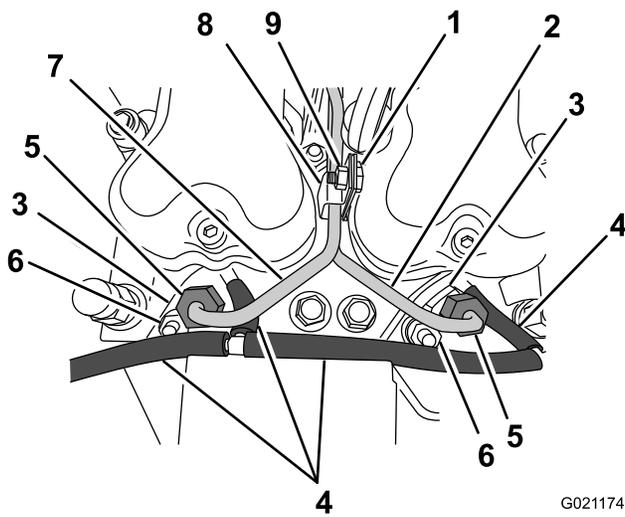
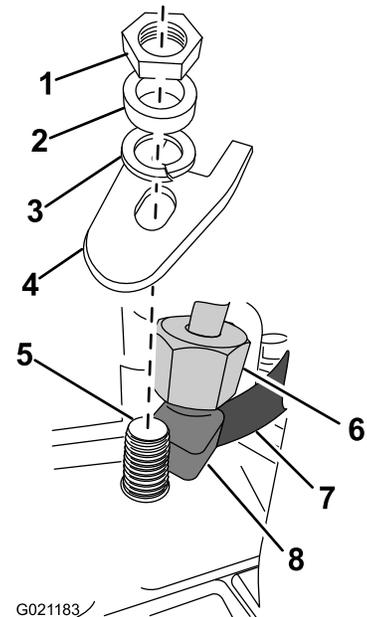

Figura 48
Figura 49
6. Afloje las tuercas de los tubos de ambos inyectores de combustible (Figura 48 y Figura 49).
8. Retire las tuercas de retención, las arandelas de freno y los dispositivos de sujeción que sujetan los inyectores de combustible a la culata (Figura 49).